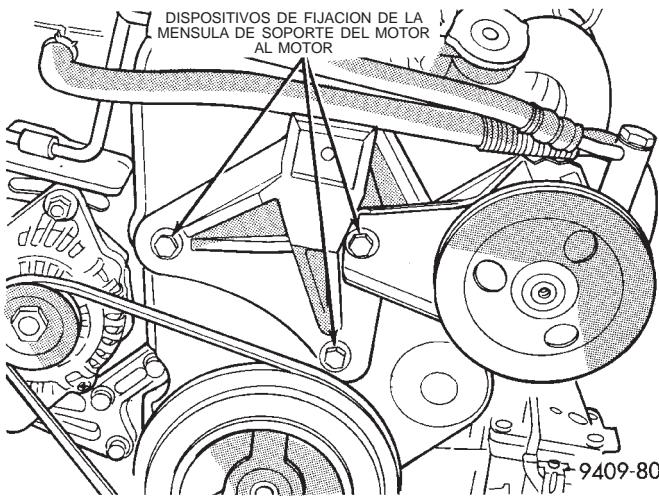

Fig. 34 Ménsula de soporte derecho del motor
(3) Retire el amortiguador de vibraciones del cigüeñal. Para informarse del desmontaje, consulte el procedimiento descrito en esta sección.
(4) Baje el vehículo y coloque un gato debajo del motor.
(5) Retire el soporte derecho del motor. Consulte el procedimiento descrito en esta sección.
(6) Retire el conjunto de la bomba de dirección asistida y déjelo a un lado.
(7) Retire la ménsula del soporte derecho del motor (Fig. 34).